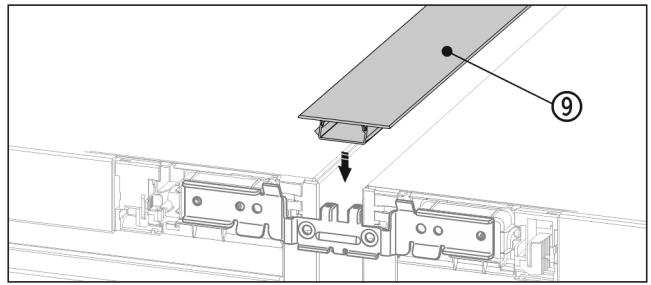

Fig. 21 *
- În partea superioară presați profilul de mascare Fig. 21 (9) scurt în fanta orizontală.*